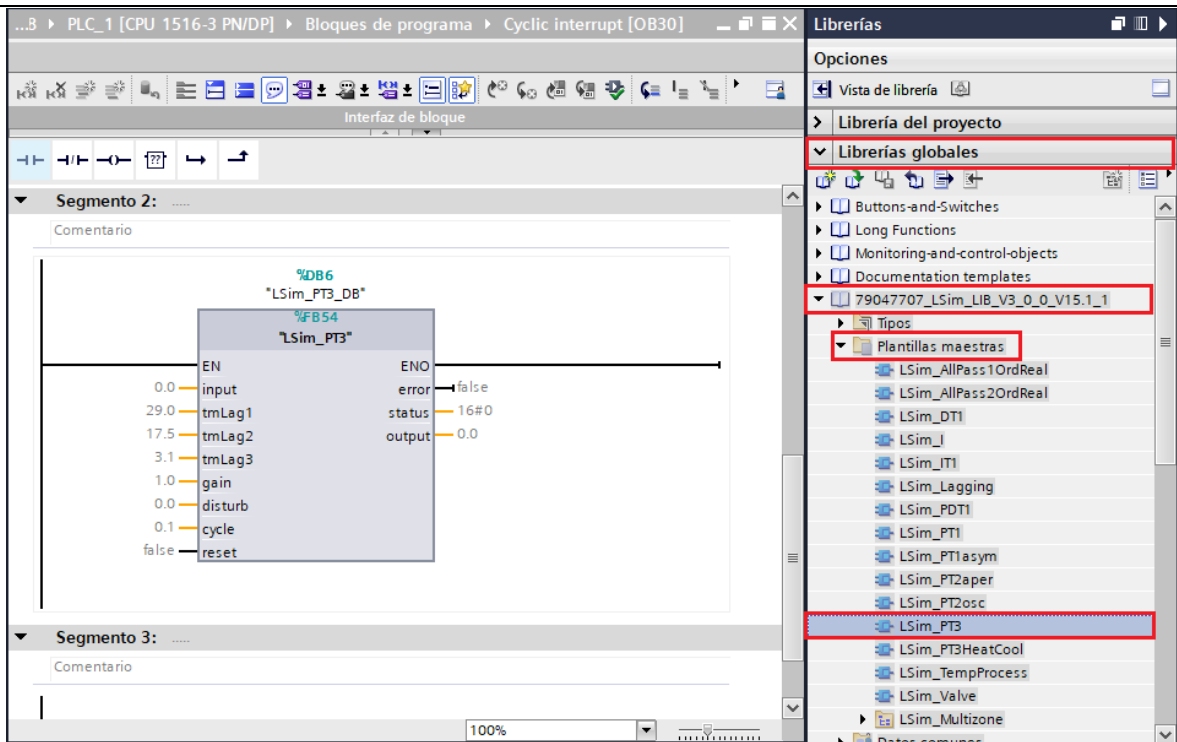

Figura 44. Agregar plantilla LSim_PT3.
- Una vez agregado la librería, se procede a instalarlo en el segundo segmento, para ello hacer clic en la librería agregada y seleccionar el bloque "LSim_PT3" (ver Figura 44).